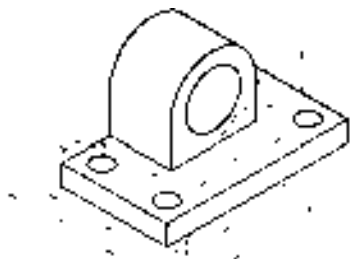

图 12.4.1 绘制轴测图 (一)
2. 绘制图 12.4.1~图 12.4.4 所示的轴测图。